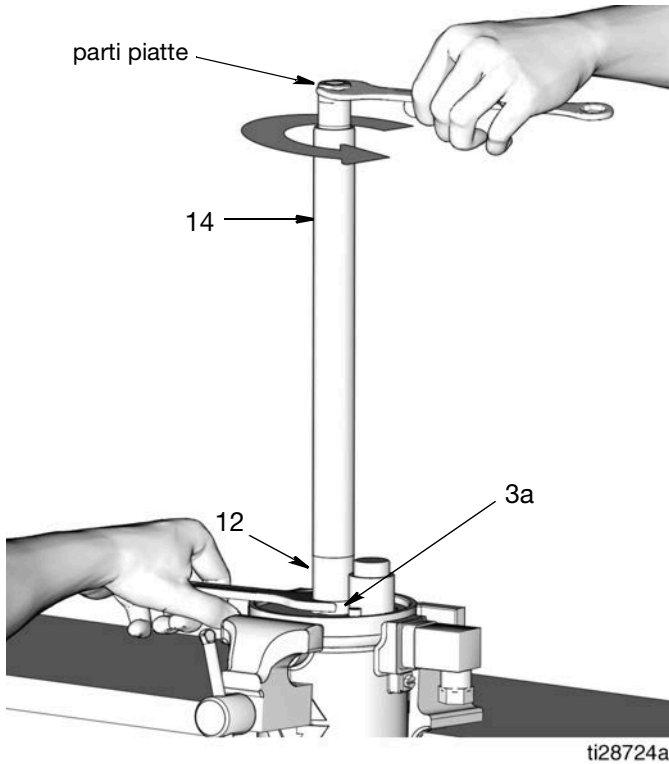

FIG. 16
12. O-ring del tubo di uscita (13) e O-ring del cilindro della pompa (9)
Fissare saldamente il dado (3a) [ubicato sul fondo del cilindro della pompa (12)] in posizione con una chiave. Utilizzare una seconda chiave inglese sulle sezioni piatte del tubo di uscita (14). Ruotare il tubo di uscita in senso antiorario per allentarlo e rimuoverlo dal cilindro della pompa (12) (FIG. 16).